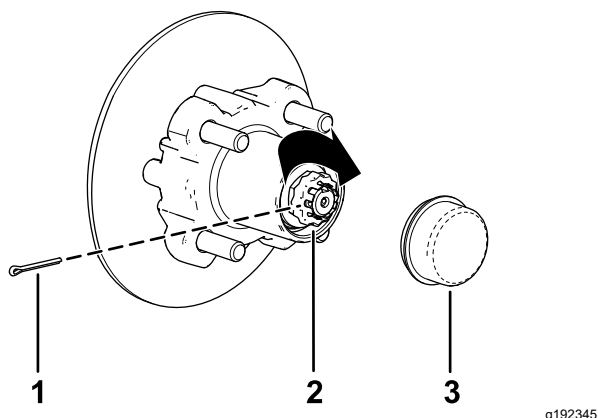

Рисунок 35
8. Установите держатель поверх гайки и проверьте совмещение паза в держателе с отверстием в оси под шплинт (Рисунок 35).
9. Установите шплинт и загните обе лапки вокруг держателя (Рисунок 35).
10. Установите пылезащитную крышку на ступицу (Рисунок 35).